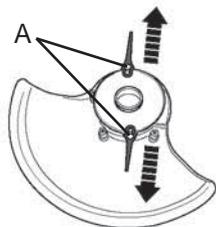

Fig. 9
> Placez le trou le plus large sur le pivot (A), puis tirez sur la lame (13) (Fig. 9, 10).